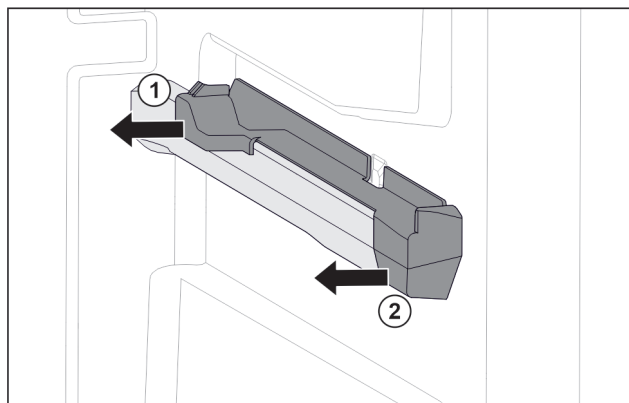

Fig. 41 Élément emboîtable sur la nervure de récipient droite
- Le retirer sur le côté par l'arrière. Fig. 41 (1)
- Le retirer sur le côté par l'avant. Fig. 41 (2)